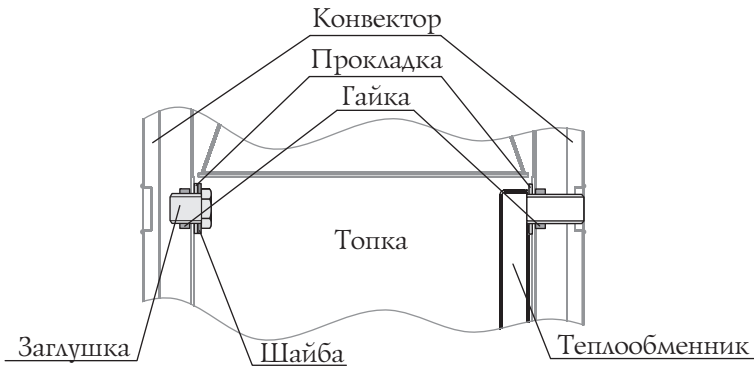

Рисунок 11. Демонтаж теплообменника и заглушек печи «Аврора».
3. Снять теплообменник (рисунок 11) раскрутив гайки 2 шт. и вынув его из отверстий, прокладки остаются на штуцерах;